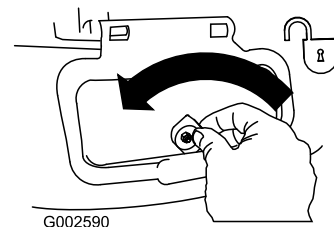

Figure 33
1. Unlock the side-discharge door (Figure 33).